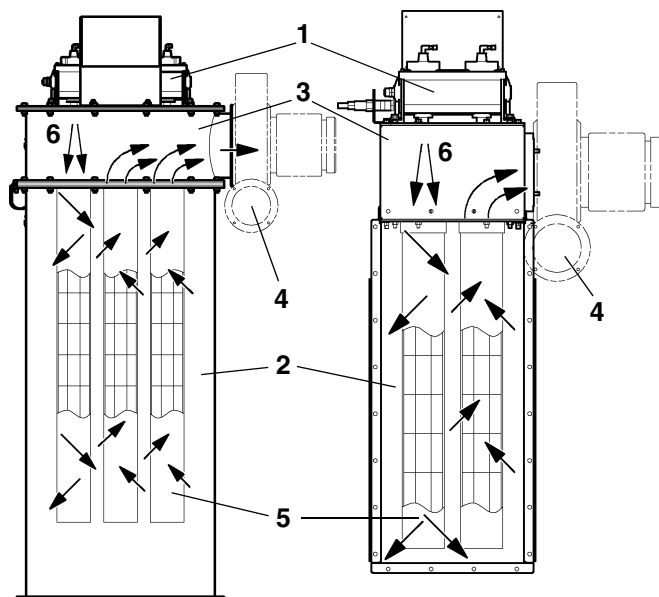

Fig. 2.2 Filtro sopralzato
- Filtro sopralzato sulla cella del silo o sul bunker (*Fig. 2.2, 2.3*)